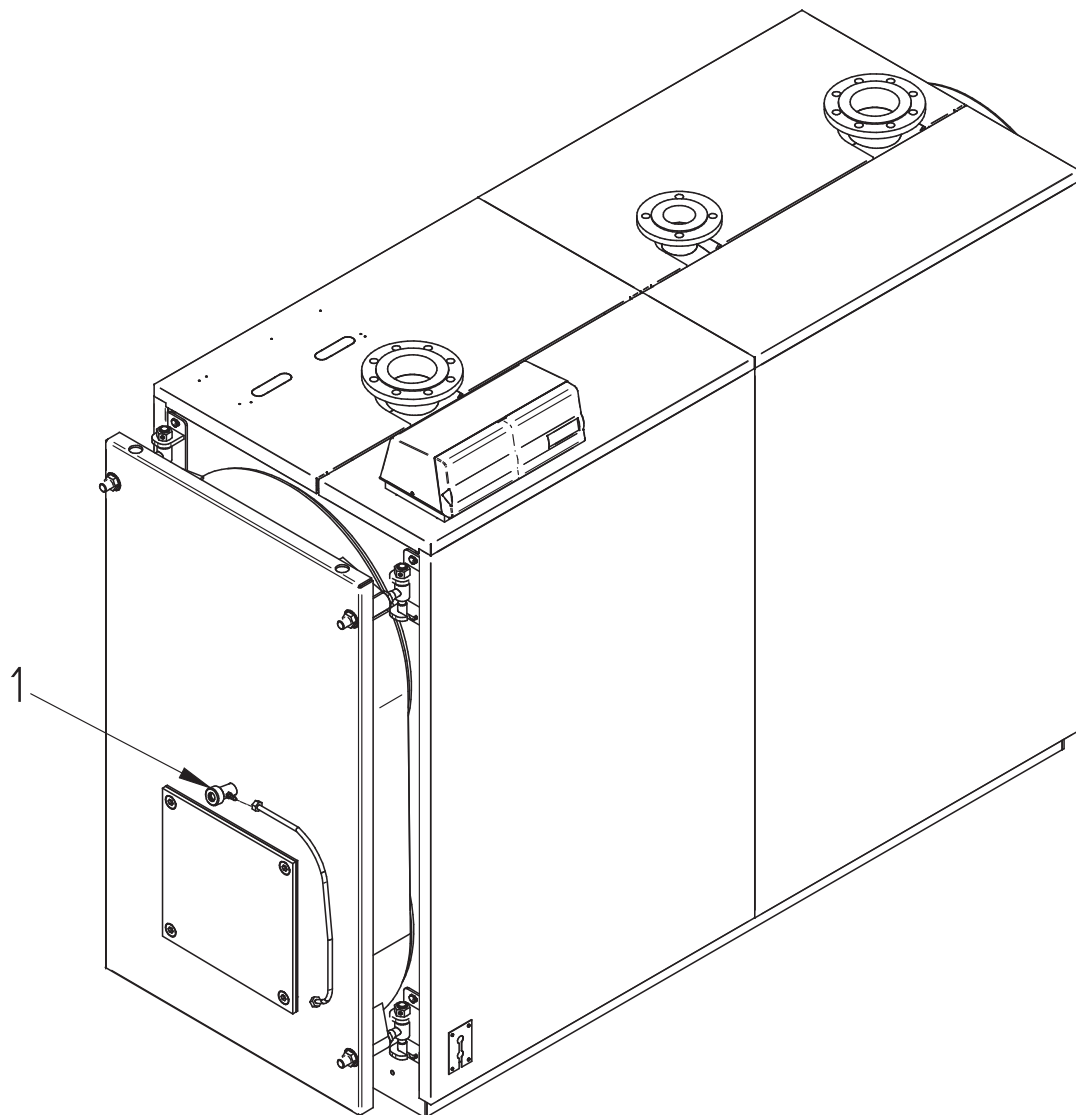

рис. 10
5.8 Установка глазка контроля пламени (Рис. 10)